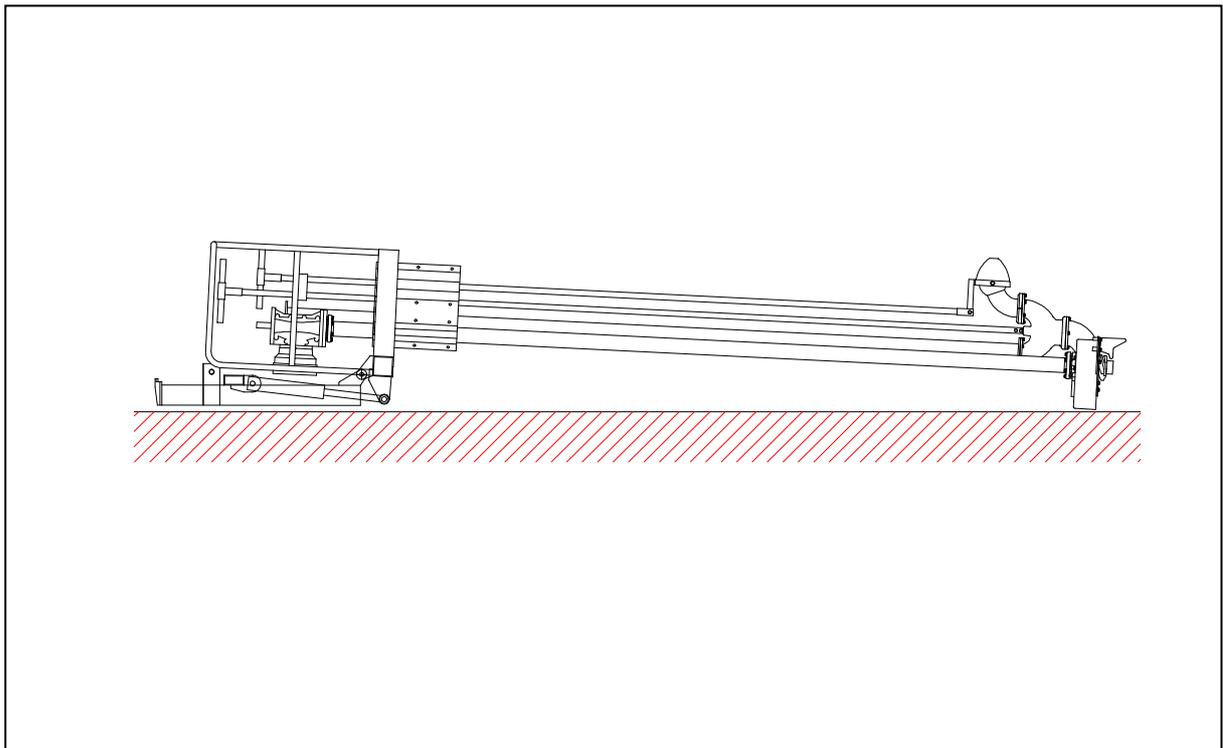

Bild 1
- Vor der Einlagerung ist die Pumpe gründlich zu reinigen. Den Dreipunktschwenkrahmen mit Pumpe ablegen. (siehe Bild 1)